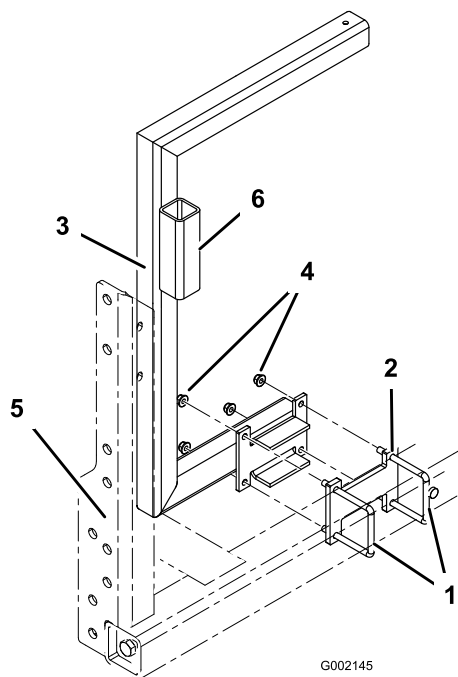

Figura 3
2. Instale o suporte da bobina de tubagem (suporte com o tubo da pistola de pulverização instalado) na estrutura do veículo nas 2 cavilhas em U e espaçador instalado previamente (Figura 3). Prenda as estruturas com 4 porcas flangeadas (3/8 pol.). O suporte deve envolver a extremidade traseira do depósito.